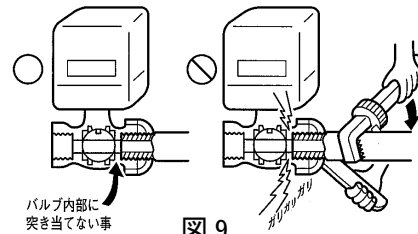

図 9
- バルブに配管を過度にねじ込まないでください。過度なねじ込みは、バルブ内部を変形・破損させ、外部漏れや作動不良の原因となります。(図 9, P13表 1)